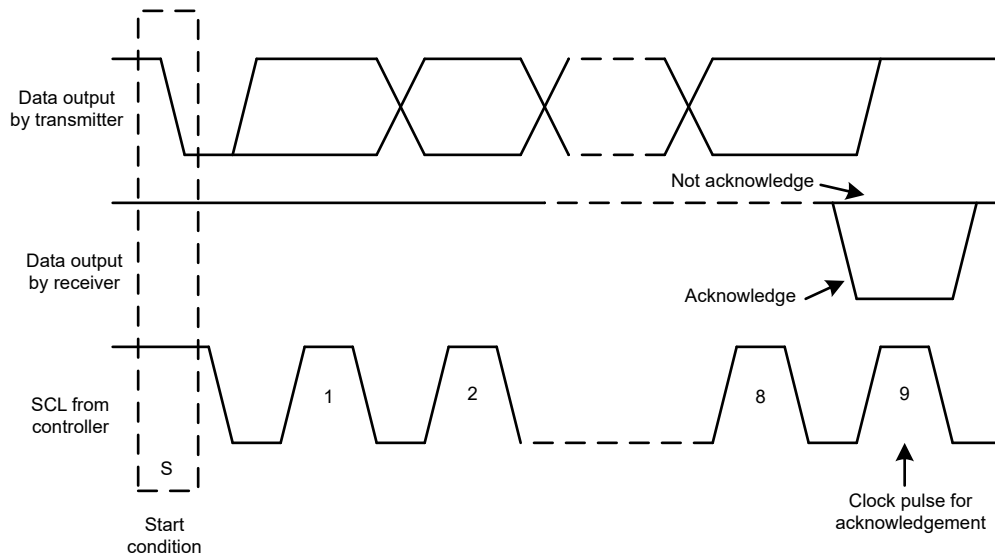

图 6-23. I²C 总线上的确认和非确认
除了特定的时序信号外，I²C 接口还使用串行字节。在每个字节结束时，第九个时钟周期会生成并检测一个确认信号。确认是指 SDA 线在第九个时钟周期的高电平期间被拉低。非确认是指 SDA 线在第九个时钟周期的高电平期间保持高电平，如 图 6-23 所示。
2. 控制器随后产生 SCL 脉冲，并在 SDA 线上发送 7 位地址和读取/写入方向位 ($R/\bar{W}$)。在所有传输期间，控制器确保数据有效。有效数据条件要求 SDA 线在时钟脉冲的整个高电平期间保持稳定，如图 6-25 所示。所有器件都识别控制器发送的地址，并将其与相应内部固定地址进行比较。只有具有匹配地址的目标器件才会通过在第 9 个 SCL 周期的整个高电平期间拉低 SDA 线来生成确认，如图 6-23 所示。当控制器检测到此确认时，则表示与目标的通信链路已建立。